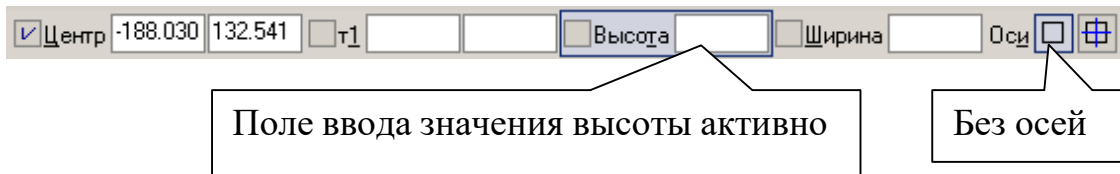

Рис. 2
1. Включите *Num Lock*. Должны быть включены следующие глобальные привязки: ближайшая точка, пересечение, угловая привязка. Нажмите кнопку **Прямоугольник по центру и вершине**  на панели **Геометрия** . Параметры прямоугольника при его создании и редактировании отображаются в отдельных *полях Строки параметров*. Строка параметров, соответствующая команде, показана на рис. 2.
Выберите прямоугольник без осей, рис. 2.